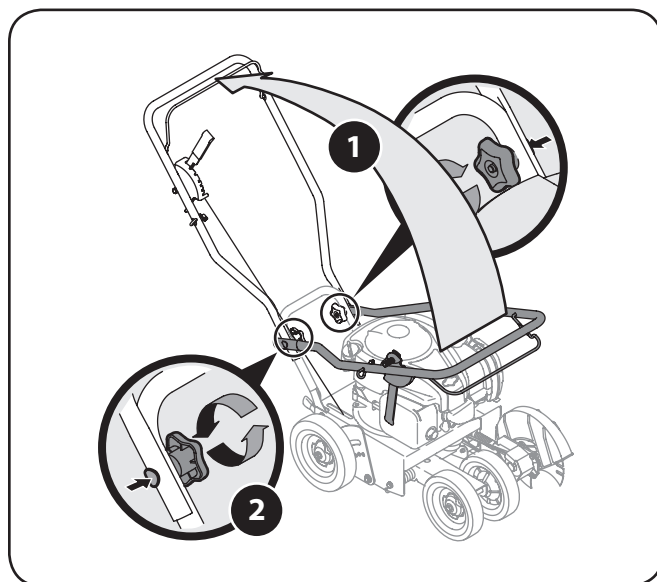

Figura 3-1
1. Pivote la barra superior hacia arriba hasta que calce en su lugar. V ase la Figura 3-1.